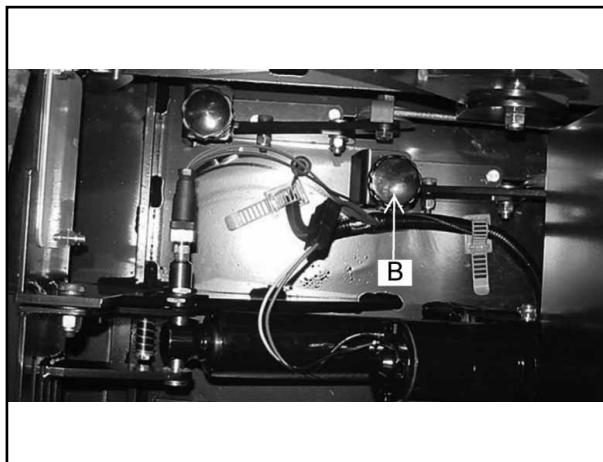

FIGURA 27
El botón de ajuste del cepillo principal (B), para cambiar la altura de barrido y compensar el desgaste del cepillo, está ubicado en el frontal de la máquina, a la derecha del filtro de control del polvo, como se muestra en la figura 27. Gire el botón hacia la izquierda (en sentido contrario a las agujas del reloj) para bajar el cepillo principal.